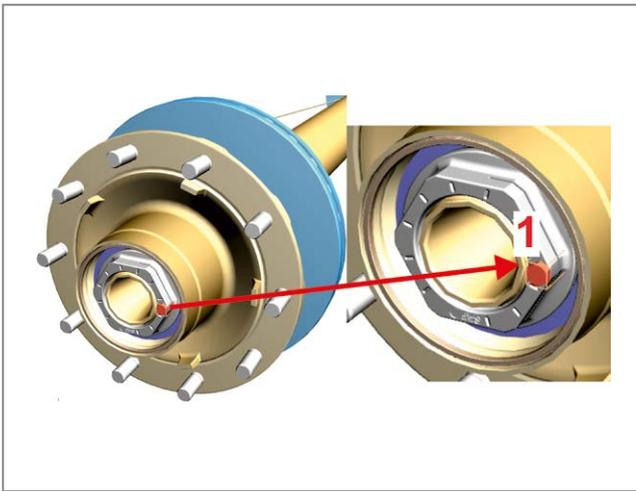

Abb. 6 - Sicherungsschraube lösen
2. Sicherungsschraube lösen, ► *Abb. 6 -Pos. 1-.*